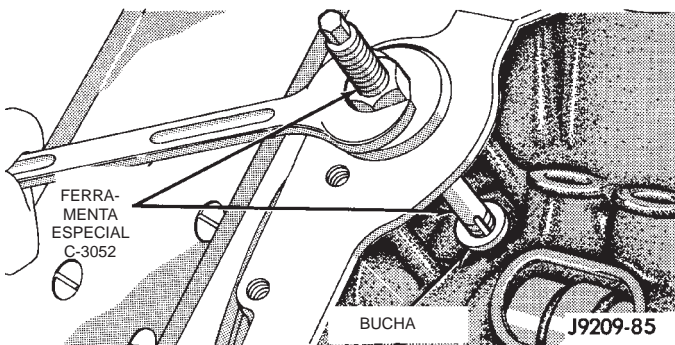

Fig. 33 Remoção da Bucha do Eixo Propulsor do Distribuidor
(1) Remova o distribuidor. Consulte o Grupo 8D, "Sistema de Ignição" para obter o procedimento adequado.
(2) Remova o coletor de admissão. Consulte o Grupo 11, "Sistema do Escapamento e Coletor de Admissão".
(3) Insira a Ferramenta do Extrator de Bucha do Eixo Propulsor do Distribuidor C-3052 na bucha velha e rosqueie para baixo até que seja bem ajustado (Fig. 33).
(4) Segure o parafuso do extrator e aperte a porca do extrator até que a bucha seja removida.